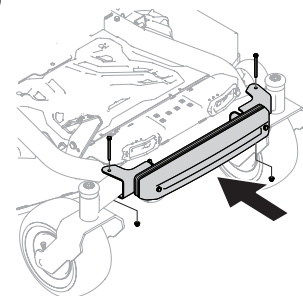

Figure 24
- Centrez la barre de pesée sur l'appareil à l'aide de 2 boulons de 7/16 po (710-3279) et 2 écrous (712-04065) et fixez le contrepoids à l'appareil comme indiqué dans la Figure 24.